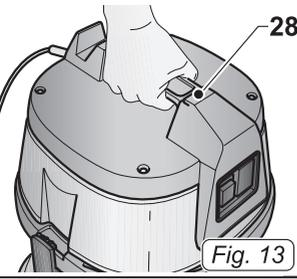
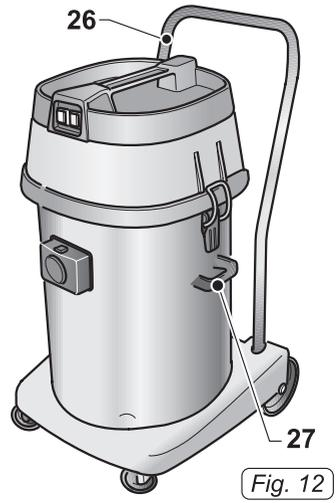

Fig. 13
Fig. 12
- Das Gerät ist mit Rädern ausgerüstet und somit kann es mit Hilfe der entsprechenden Handgriffe bewegt oder mit Hilfe des Handgriffs (26 Abb. 12) weggeschoben werden)
- Um das Gerät zu heben, in der Version mit Einzel-Motor, die Finger in den entsprechenden Griff (28 Abb.13) am oberen Teil des Deckels einfügen, oder das Gerät mit zwei Personen an den Griffen (27 Abb. 12) anfassen und heben.